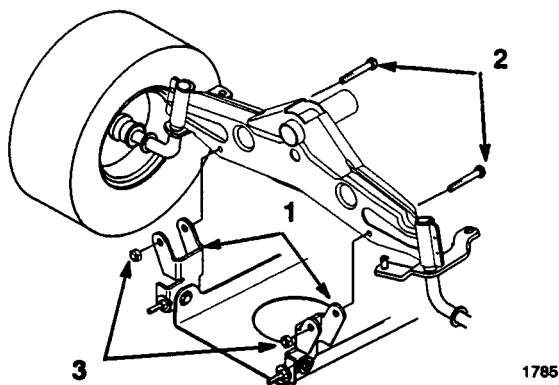

Fig. 44
5. Montér klippeenhedens drejemonteringsbeslag på forakslen med bolte og låsemøtrikker (fig. 44).